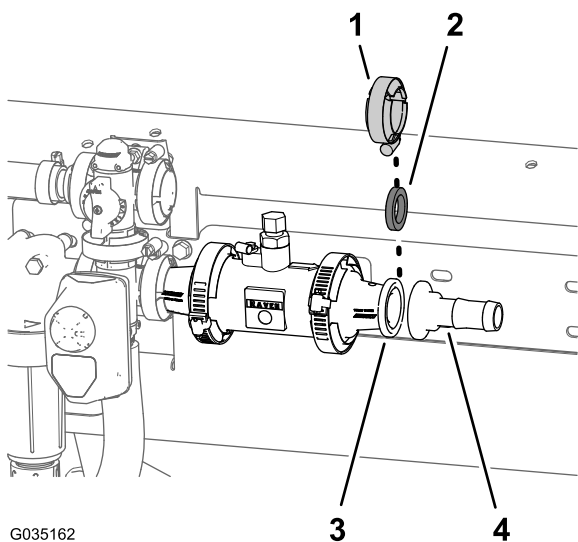

Figura 56
2. Alinee la junta (1-5/16") que retiró en el paso y el conector dentado con el extremo del adaptador reductor (Figura 56).
3. Sujete el conector de la manguera y la junta al adaptador (Figura 56) con la abrazadera de brida de 51 mm (2").